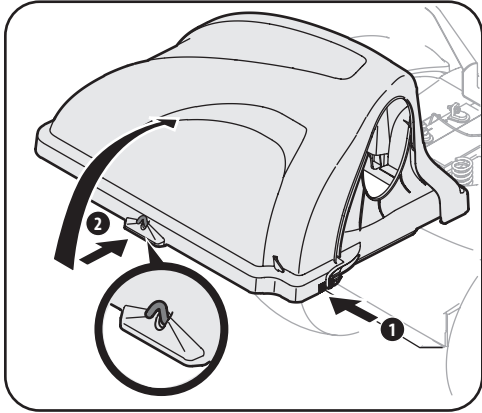

Figura 4-8
- Abra la cubierta de la embolsadora empujando hacia adentro la lengüeta posterior derecha con la mano derecha, como se ve en (1) de la Figura 4-8, y levantando la cubierta con la mano izquierda en el centro de la parte posterior de la cubierta de la embolsadora, (2).